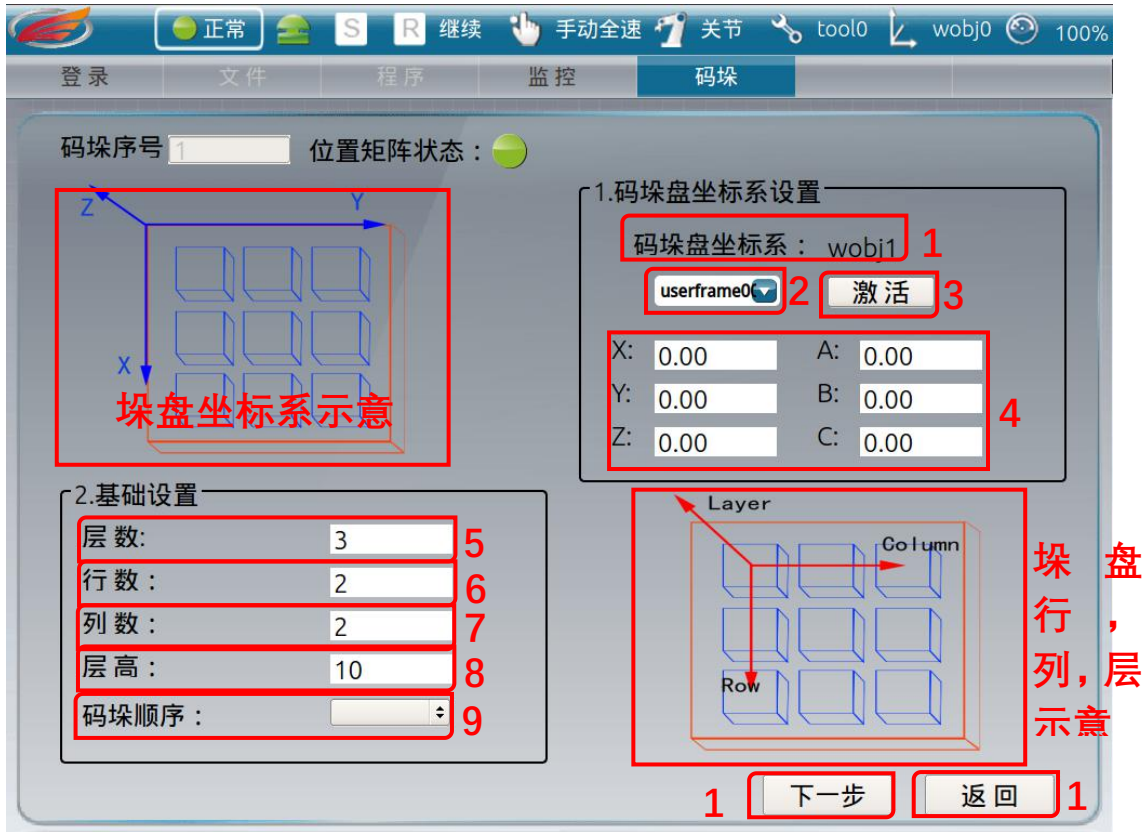

图 2.3
- 11.编辑：点击编辑按钮，对码垛信息进行修改，将进入码垛信息修改第一页，如图 2.3 所示。